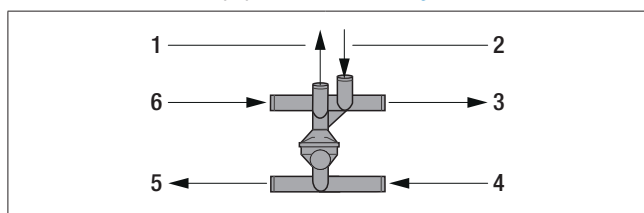

Figure 15
- Raccorder l'appareil de chauffage et la pompe à eau avec les pièces de raccordement à la soupape combinée, voir Figure 15.